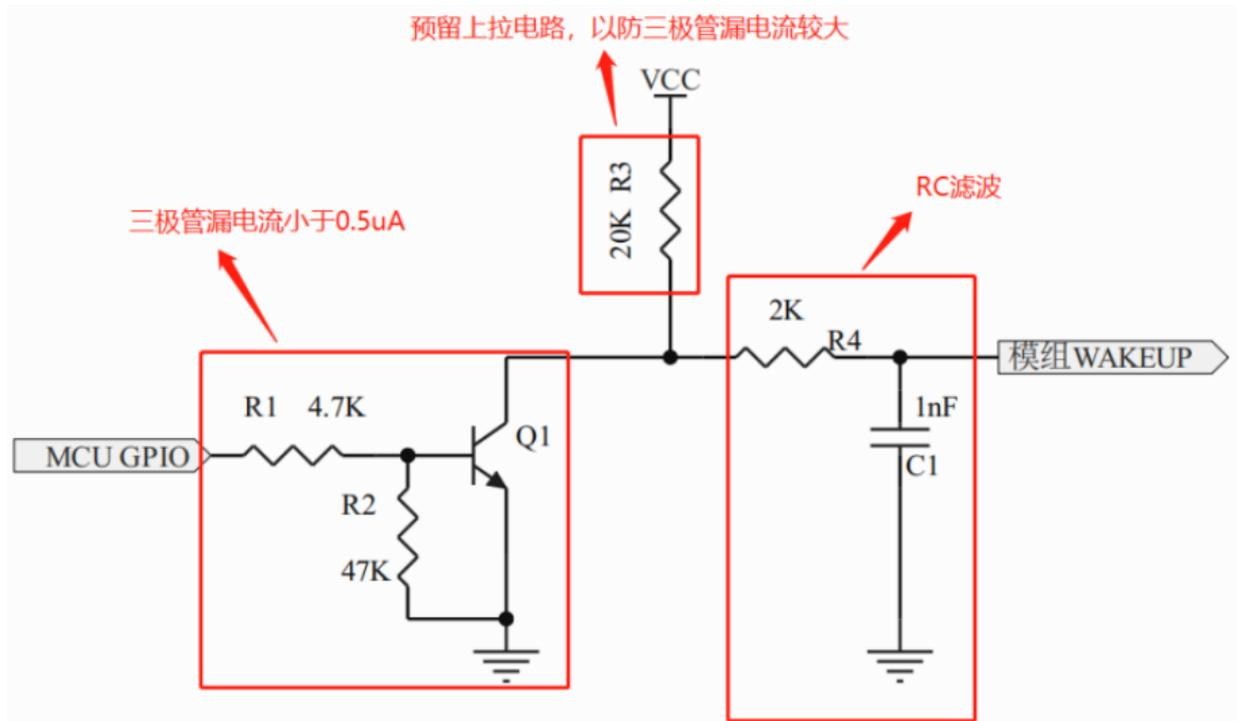

图 13 WAKEUP 脚参考电路
1) NB 芯片 WAKEUP 脚内部上拉电阻非常弱且很容易受到干扰影响，避免模组在休眠状态下而出现异常唤醒需要在 WAKEUP 脚加 RC 滤波电路（如图 13 所示）。模组内部没有此 RC 电路，因此用户主板的外围电路必须添加。
2) 如果外部 MCU GPIO 与模组的 WAKEUP 通过三极管连接（如图 13 所示），要求三极管截止态的漏电流要小于 0.5uA，原因是 WAKEUP 内部上拉较弱，漏电大了可能将 WAKEUP 脚拉到 1.2V 以下。如此就有可能会出现 NB 芯片在休眠态下无法被 WAKEUP 脚唤醒情况。
- ① 用 MOS 管代替三极管，大多数 MOS 漏电流较小。
② 电路上预留上拉电路（如图 13 所示），VCC 的电压范围在 1.8V~3.6V 且要常开，不要用 NB 模组出来的电。